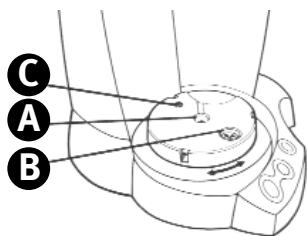

FIGURA 1
La toma (C) es el lugar donde el ozono se dispersa en el agua. Cuando se produce el proceso de ozonización, usted podrá ver la formación de las burbujas (FIGURA 1).